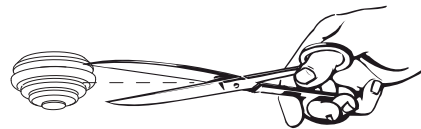

Fig. 4
- 5) Insérer les galoches dans les trous pré-percés et introduire les câbles/tuyaux (fig. 4).